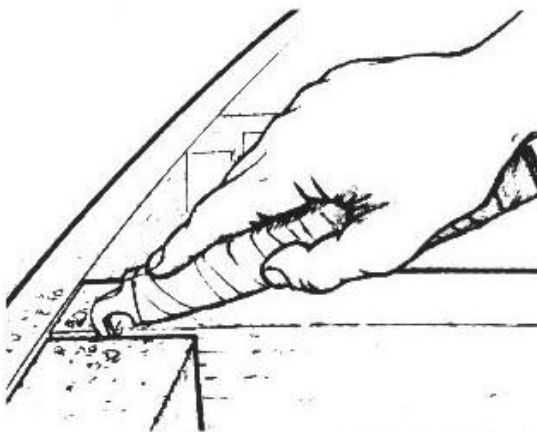

Figura 5-7 *Use una herramienta para raspar para limpiar y raspar las superficies de contacto de la junta.*
2. Abra el mayor número posible de juntas entre cuadernas y entre cuadernas y revestimiento exterior. Afloje los elementos de fijación donde sea posible. Se puede usar una pequeña palanca de pie de cabra o cuña para abrir la junta de forma provisional. Use la hoja de una sierra u otra herramienta puntiaguda para raspar el barniz, la pintura vieja o la suciedad de la junta (*Figura 5-7*). Limpie las superficies internas de la junta hasta llegar a la madera desnuda si es posible.